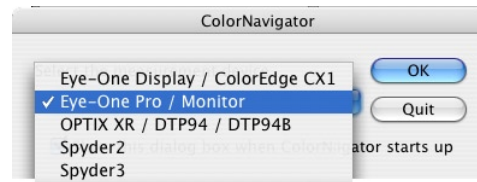

Abb. 2: Es werden unterschiedliche Colorimeter unterstützt.
1. Wie für die Monitorprofilierung üblich, sollte der Monitor zur Profilerstellung bereits etwa 30 Minuten laufen. Nach dem Start des ColorNavigators wählt man zunächst das angeschlossene Farbmessgerät. Abb. 2 zeigt die hier unterstützten Geräte. In der neuesten Version wird auch das X-Rite Colormunki unterstützt.